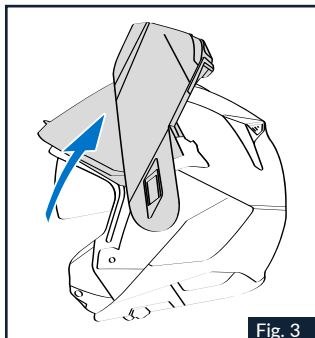
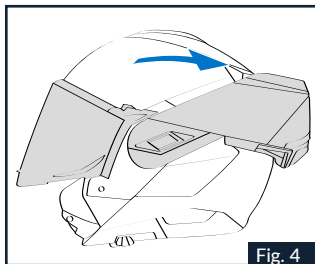

Fig. 3
Fig. 4
1.3 Das Kinnenteil nach vorne ziehen und seine Drehbewegung nach oben (Abb.3) bis zum Erreichen seiner Anschlagposition auf der Rückseite der Schale begleiten (Abb. 4).
2.1 Das Kinnteil nach vorne drehen und die Drehbewegung dabei begleiten, bis das Einrasten des Schließmechanismus zu hören ist (Abb.3).